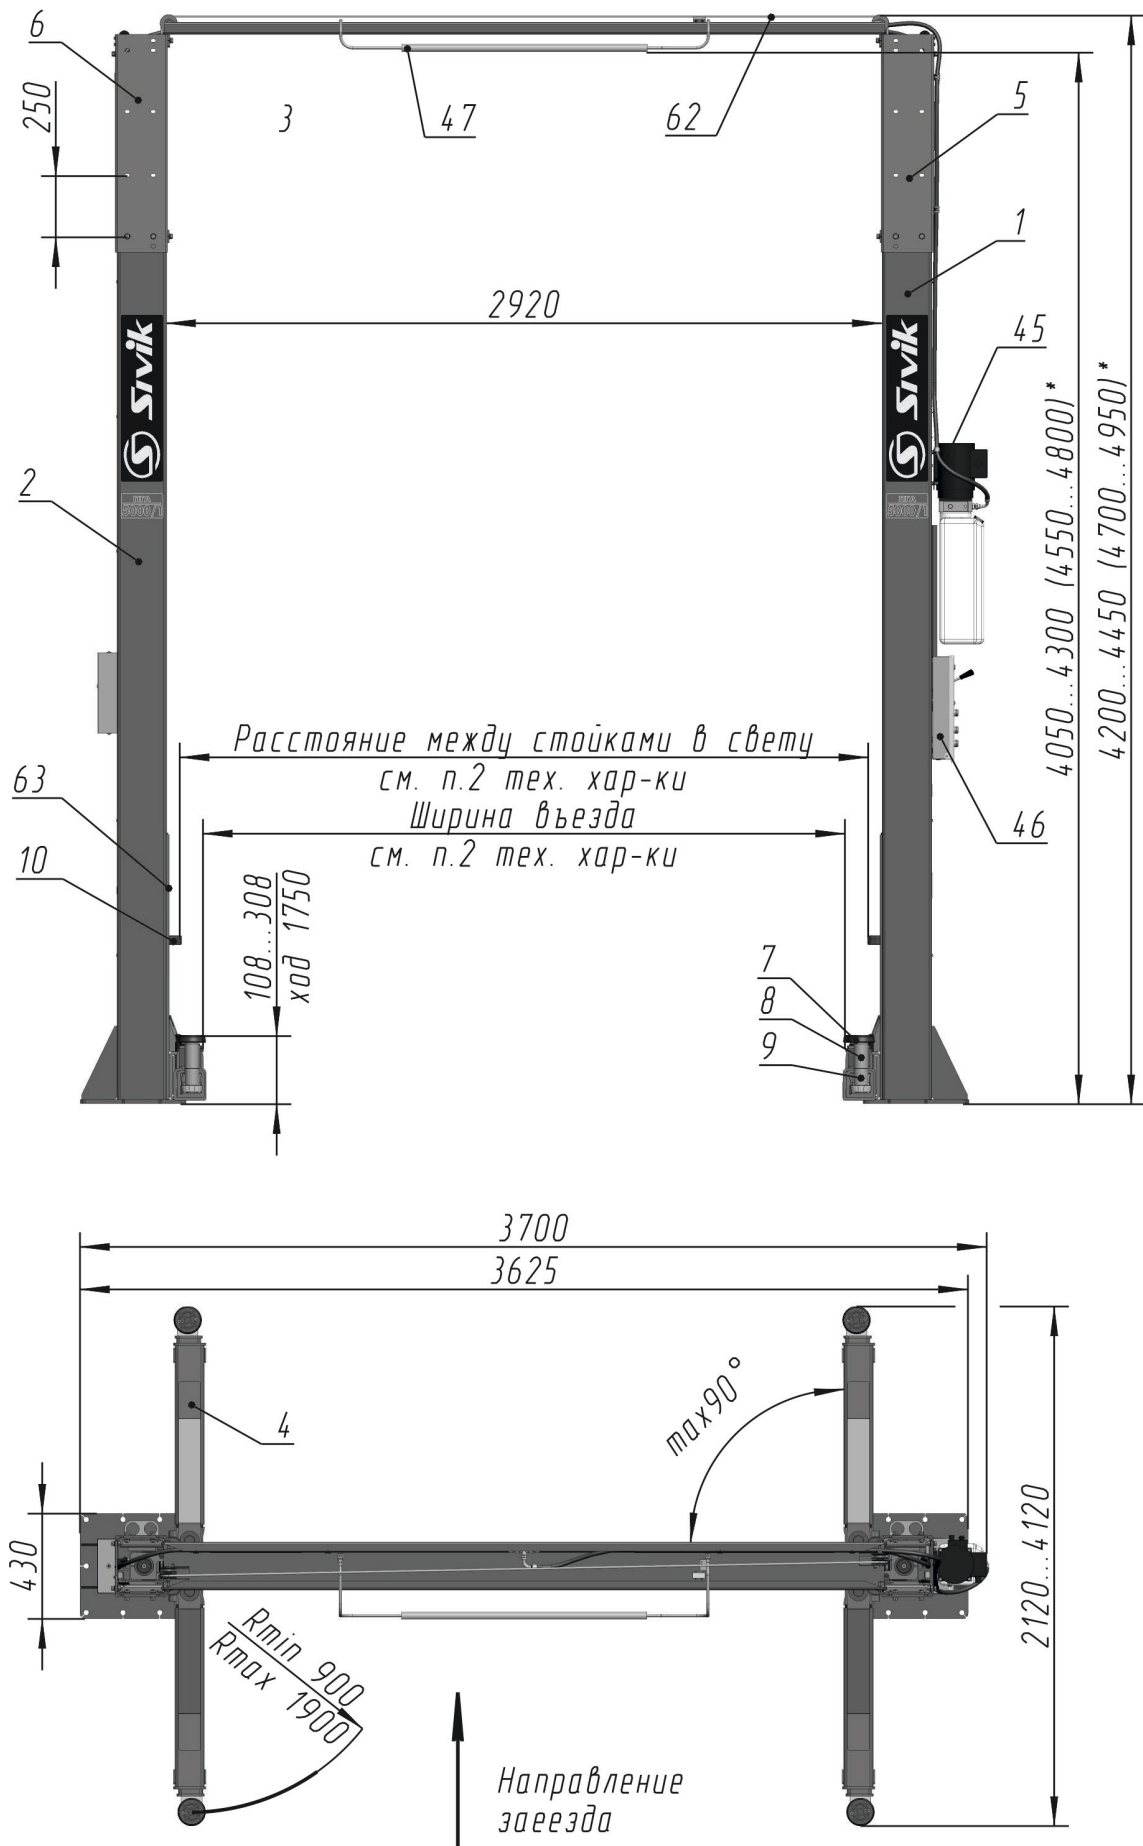
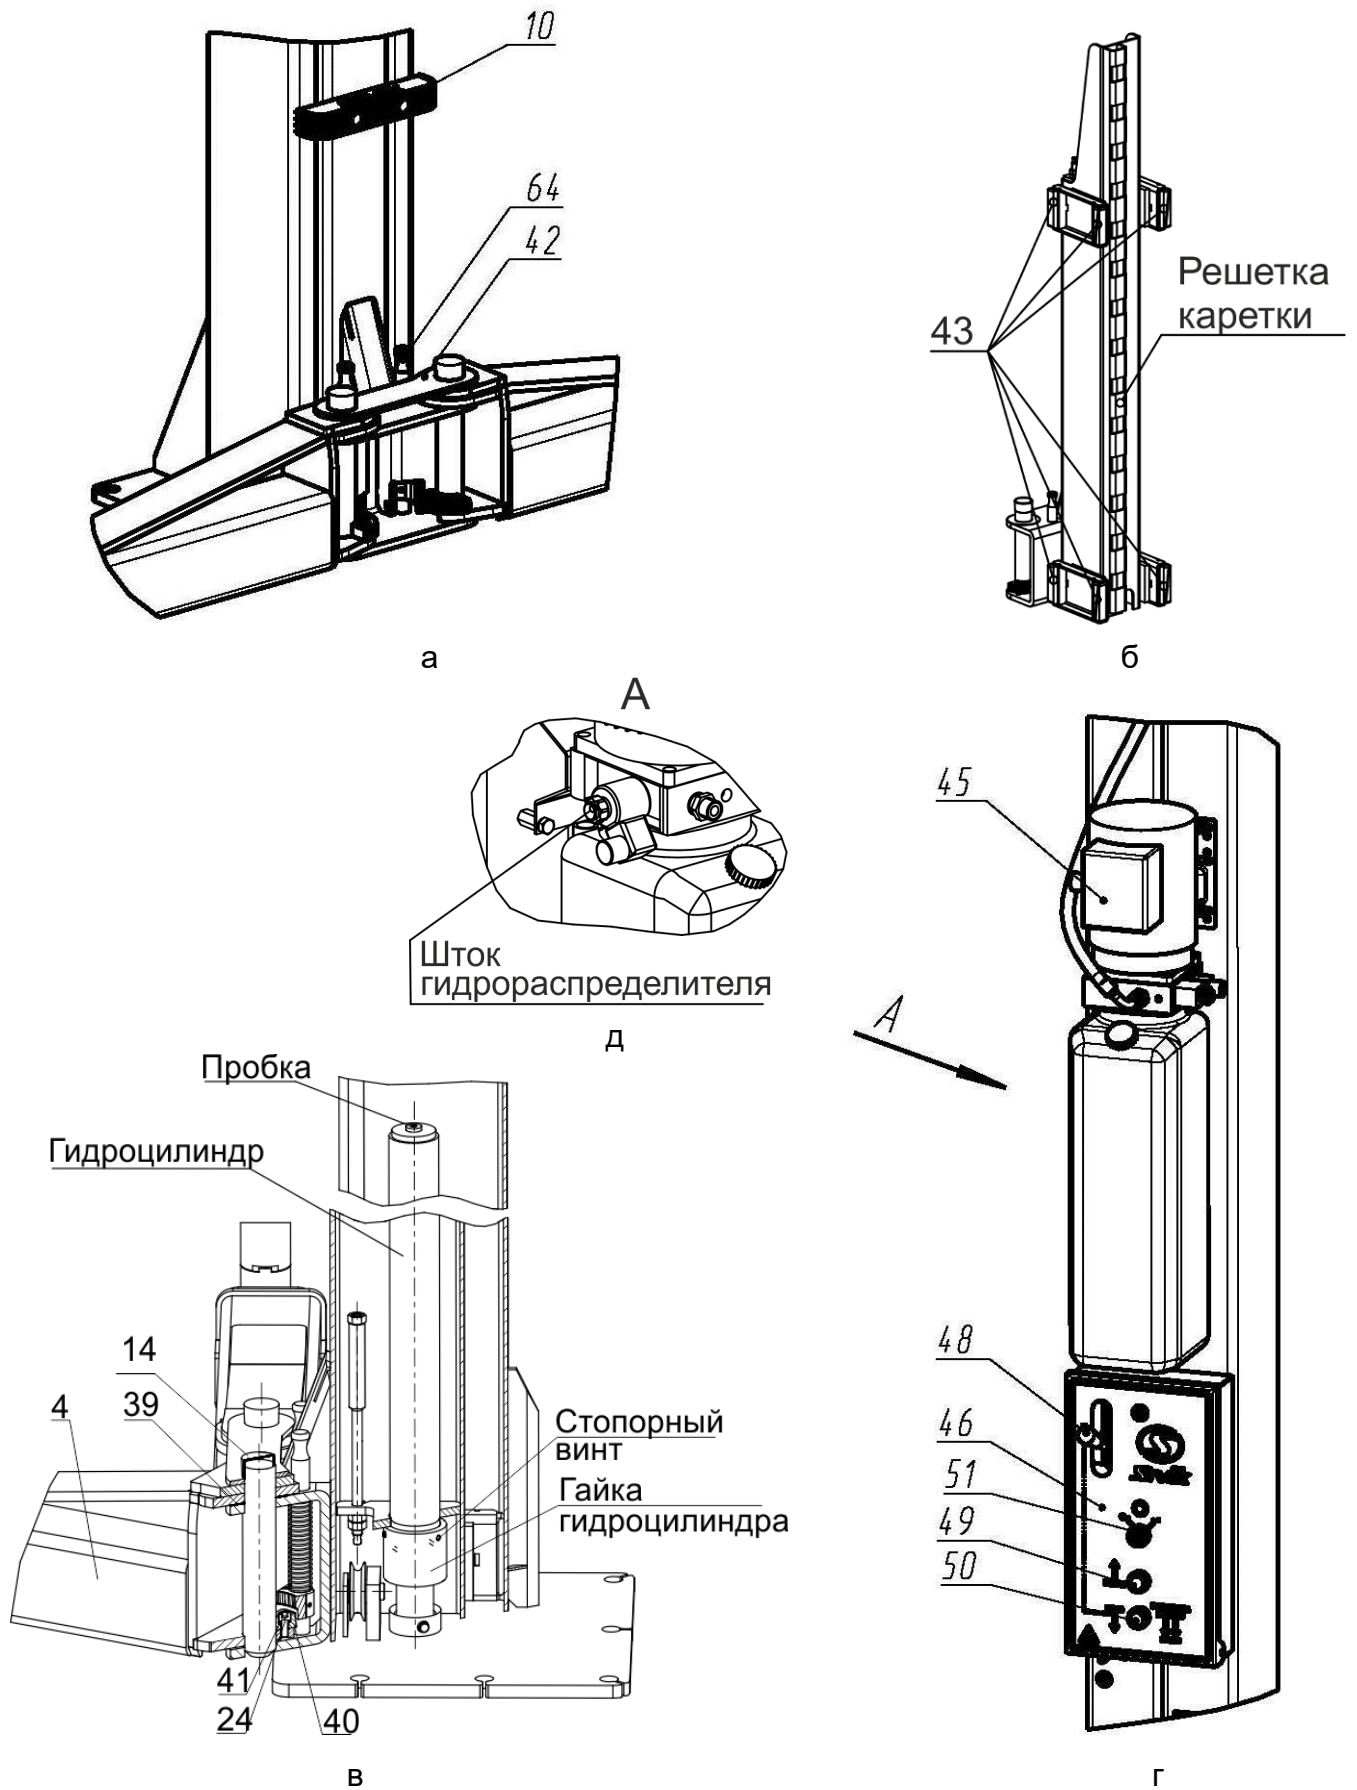

Рисунок 3.1 - Общий вид подъемника (* – исп. Высокий)
Рисунок 4.1 – Виды подъемника
Подъемник (рисунок 3.1) состоит из двух стоек коробчатого сечения – правой 1 и левой 2, двух надставок 5 и 6 соединенных между собой поверху перекладиной 3. Подъемник имеет возможность регулировки по высоте от 4197(4712)¹ мм до 4447(4962)¹ мм. Это достигается креплением надставок 5 и 6 на первый или второй ряд крепежных отверстий. В стойках размещены каретки 63 с закрепленными на них поворотными телескопическими подхватами 4 равной длины. На концах подхватов 4 установлены опоры 7, подставки опоры 8,9. Подхваты фиксируются стопорными устройствами 64 (рисунок 4.1а), автоматически срабатывающими при подъеме автомобиля. При опускании кареток 63 в крайнее нижнее положение происходит автоматическое расстопорение подхватов 4. Каретки 63 приводятся в движение гидравлическими цилиндрами, установленными внутри стоек. Подъемник снабжен системой 62 тросовой синхронизации движения кареток 63.
Каждая каретка 63 (рисунок 4.1б) снабжена полиамидными ползунами 43, скользящими по беговым дорожкам стоек 1 и 2. Каретки фиксируются на требуемой высоте стопорами-защелками 44 (рисунок 3.1), закрепленными на стойках 1,2 и входящими в зацепление с решетками на каретках 63.
На правой стойке (рисунок 4.1г) размещена насосная станция 45 с пультом управления 46. Внутри насосной станции 45 находится клапан предохранительный, предотвращающий перегрузку в гидросистеме. Клапан предохранительный настроен на заданное давление и опломбирован.
- касании автомобилем ограничительной дуги 47 перекладины 3 (рисунок 3.1);
Для предотвращения повреждения дверей автомобиля (при открывании) на каретки 63 установлены накладки 10, фиксируемые винтами М8х30, шайбами 8Г и шайбами 8 (рисунок 3.1 и рисунок 4.1а).
Управление подъемником осуществляется рычагом 48 (рисунок 4.1г) и двумя кнопками 49 и 50, установленными в пульте управления 46. Рычагом 48 осуществляется расстопорение кареток 63, а кнопками 49 и 50, подъем (кнопка 49) и опускание (кнопка 50) кареток 63.
ⓘ **ВНИМАНИЕ!** Перед сборкой проверить затяжку гаек гидроцилиндров и стопорных винтов (рисунок 4.1в).
Для того чтобы проверить срабатывание упругой тяги 55, необходимо одному человеку прижать рукой защелку 44 к стойке 2, а другому повернуть рычаг 48 (рисунок 4.1г) вниз. Упругая тяга 55 должна вытянуться на полный ход штока.
При повороте рычага 48 вниз (рисунок 4.1г), защелка на левой стойке должна отвестись, так же как отвелась защелка на правой стойке. При повороте рычага 48 вверх (рычаг 48 должен удерживаться в верхнем положении пружиной), защелки на левой и правой стойке должны вернуться в исходное положение. Регулировка проводится выборкой слабины тросика 52 и обжатием петли зажимом 13.
6.9 Открутить пробку бака насосной станции 45 и залить масло (около 12 л) до верхней метки «МАХ» (рисунок 4.1г). Уровень масла контролировать визуально. Установить пробку бака на место.
- кратковременным нажатием на кнопку 49 (двигатель должен работать, вращение крыльчатки по стрелке на кожухе эл. двигателя, а из бака должно убывать масло, рисунок 4.1г).
• отвернуть пробки у каждого гидроцилиндра на один оборот (рисунок 4.1в)